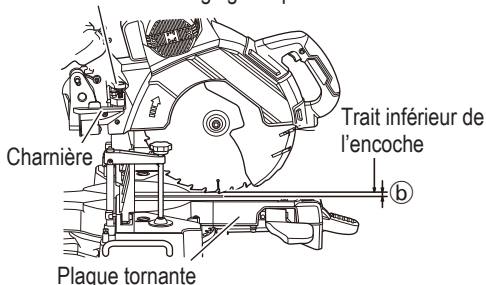

Fig. 45
- (1) Abaisser la tête du moteur et tourner le boulon de réglage de la profondeur de 6 mm à la main comme illustré sur la Fig. 45. (où la tête du boulon de réglage de la profondeur de 6 mm touche la charnière).